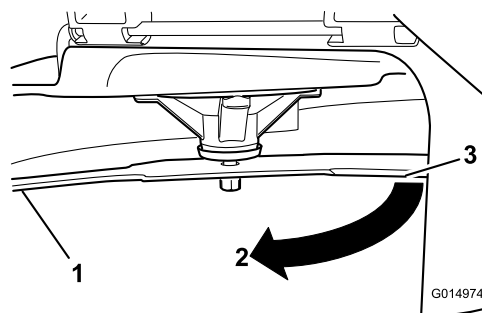

Bild 58
4. Drehen Sie dasselbe Messer um 180 Grad, sodass die andere Schnittkante jetzt in derselben Stellung ist (Bild 58).